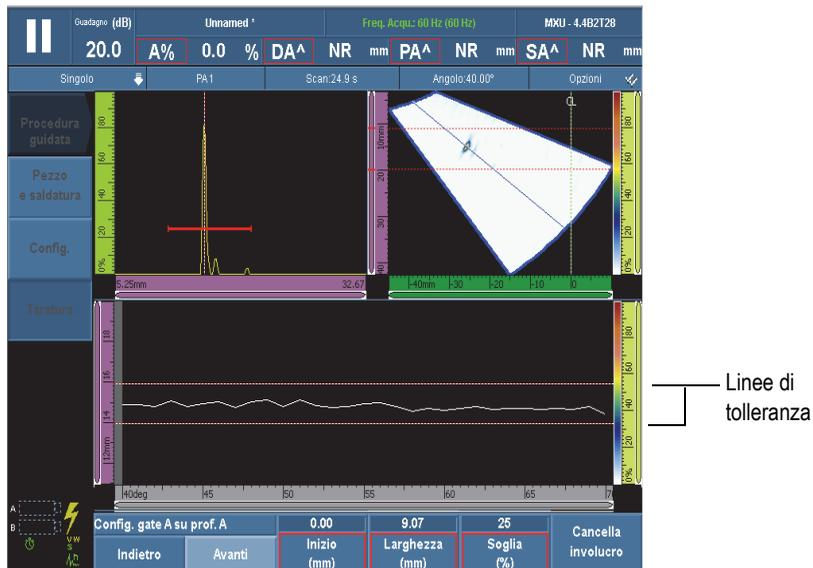

Figura 5-9 Creazione dell'involucro per la taratura del ritardo dello zoccolo
- Passare la sonda in avanti e indietro sul riflettore di taratura per poter creare un'involucro (vedere Figura 5-9 a pagina 146).